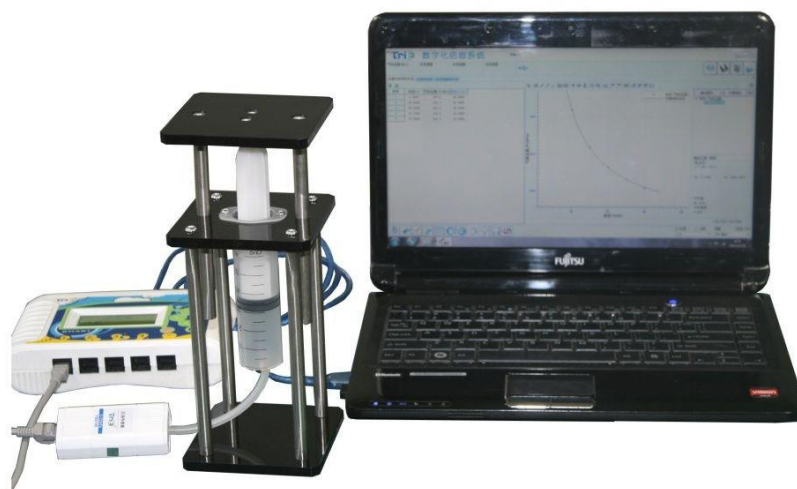

Рис. 2 Собранный экспериментальная установка
1. Соберите экспериментальную установку в соответствии с рис.2, соедините датчик давления газа с регистратором данных, а затем подключите регистратор данных к компьютеру;